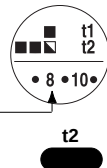

Fig. 11c
- Set temperature **t2** for the second half-hour. For 08:00 the two **t1** and **t2** digits remain permanently alight, whilst the digits for the next hour (09:00) will blink (fig. 11c).
- Fixer la température **t2** pour la deuxième demi-heure. Au niveau de 08:00, les chiffres relatifs à **t1** et à **t2** sont fixes, tandis que les chiffres utilisés pour la programmation de l'heure suivante (09:00) se mettent à clignoter (fig. 11c).
- Stellen Sie die Temperatur **t2** für die zweite Hälfte der Stunde ein. Für 08:00 Uhr werden **t1** und **t2** kontinuierlich angezeigt, während die Zahlen für die Programmierung der darauffolgenden Stunde (09:00 Uhr) blinken (Abb. 11c).
- Fissare la temperatura **t2** per la seconda mezz'ora. In corrispondenza delle ore 08:00 i digit relativi a **t1** e **t2** sono fissi, mentre lampeggiano i digit per la programmazione dell'ora successiva (ore 09:00 - fig. 11c).
- Programar la temperatura **t2** para la segunda media hora. Los segmentos correspondientes a **t1** e **t2** para las 08:00 están fijos, mientras que los de la hora siguiente parpadean (09:00 horas - fig. 11c).